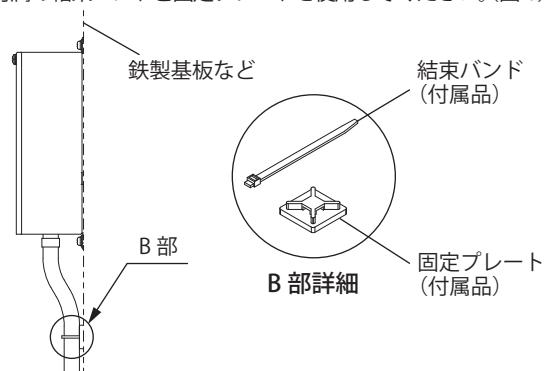

図6 排水ホースの固定
3. 排水ホースはキャビネットにあけた穴に通して外部に出してください。必要に応じて付属の結束バンドと固定プレートを使用してください。(図6)